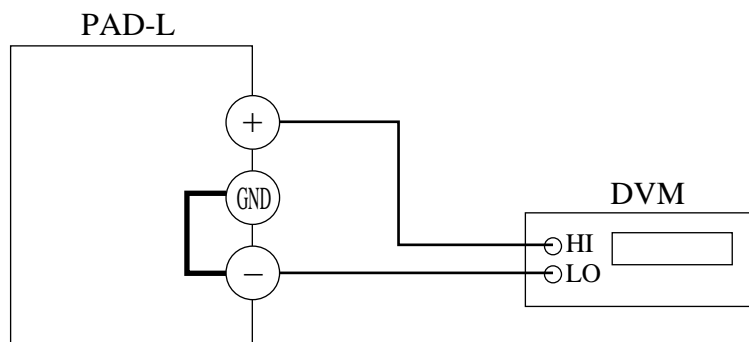

図 6-4 電圧系の調整の接続
2. 図 6-4 のように出力端子に外部電圧計 (DVM) を接続します。